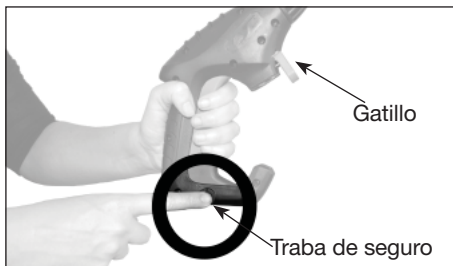

Figura 8 - Pasador de seguridad del gatillo
3. Conecte la manguera de alta presión a la salida de alta presión (ver la figura 8).
En la posición de trabado, el seguro evita que la pistola se dispare accidentalmente. Presione el seguro totalmente hacia abajo para destrabarlo (Ver Figura 8).